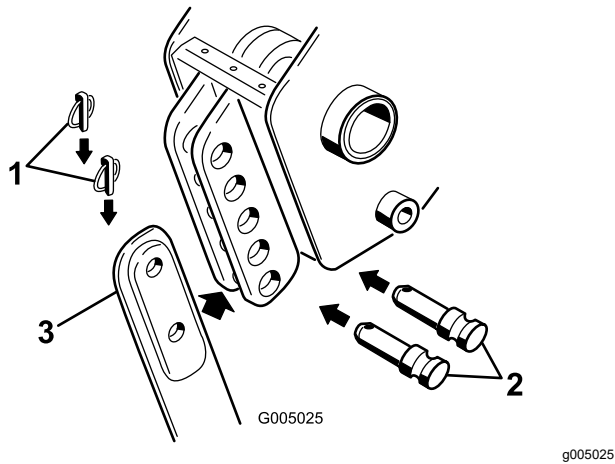

Figura 5
Nota: Para retirar totalmente la cuchilla, retire el pasador de seguridad inferior y superior y los pasadores de horquilla; consulte la Figura 5.
4. Retire los 2 pasadores de seguridad de los pasadores de horquilla en el soporte de la cuchilla y, a continuación, retire los pasadores de horquilla (Figura 5) y la cuchilla existente (si está instalada).
5. Coloque la cuchilla nueva en su soporte y fíjela a la profundidad deseada (cada cambio de taladro de montaje varía la profundidad en 7,6 cm), con los pasadores de horquilla y los pasadores de seguridad que retiró anteriormente (Figura 5).